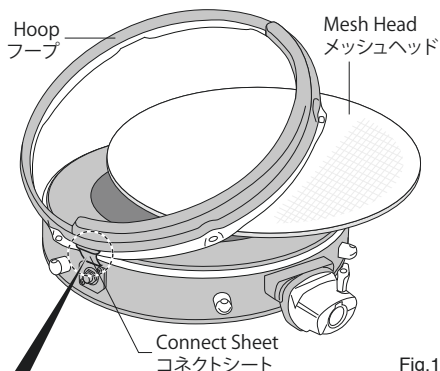

Fig. 17
2. Slowly lift the hoop upward and hold it out of the way. Do NOT remove it completely. Next, remove the mesh head (Fig. 17).
ジャックの反対側からゆっくりとフープを持ち上げ、メッシュヘッドを交換してください（Fig.17）。